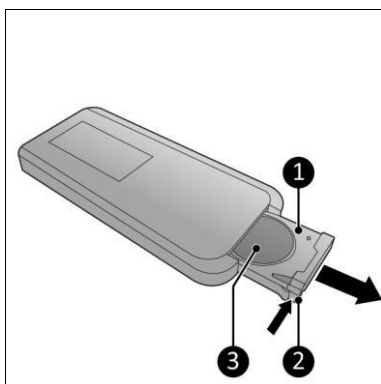

Figure 8
1. Appuyez sur la languette (figure 8, pos. 2) et retirez le compartiment à pile (figure 8).
2. Enlevez la pile (si présente) (figure 8, pos. 3).